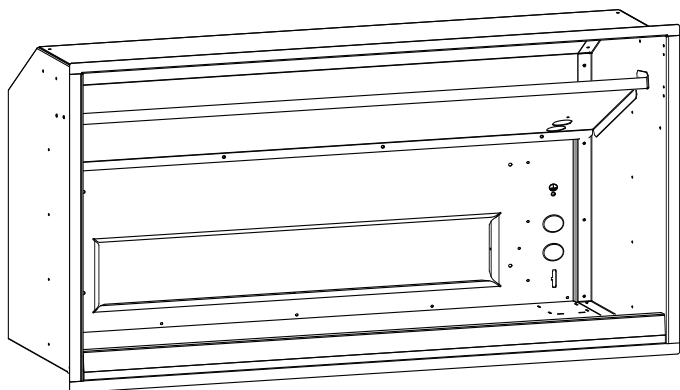

Figura 2: Como quitar la pieza principal
- Quite la pieza principal (*Figura 2*).